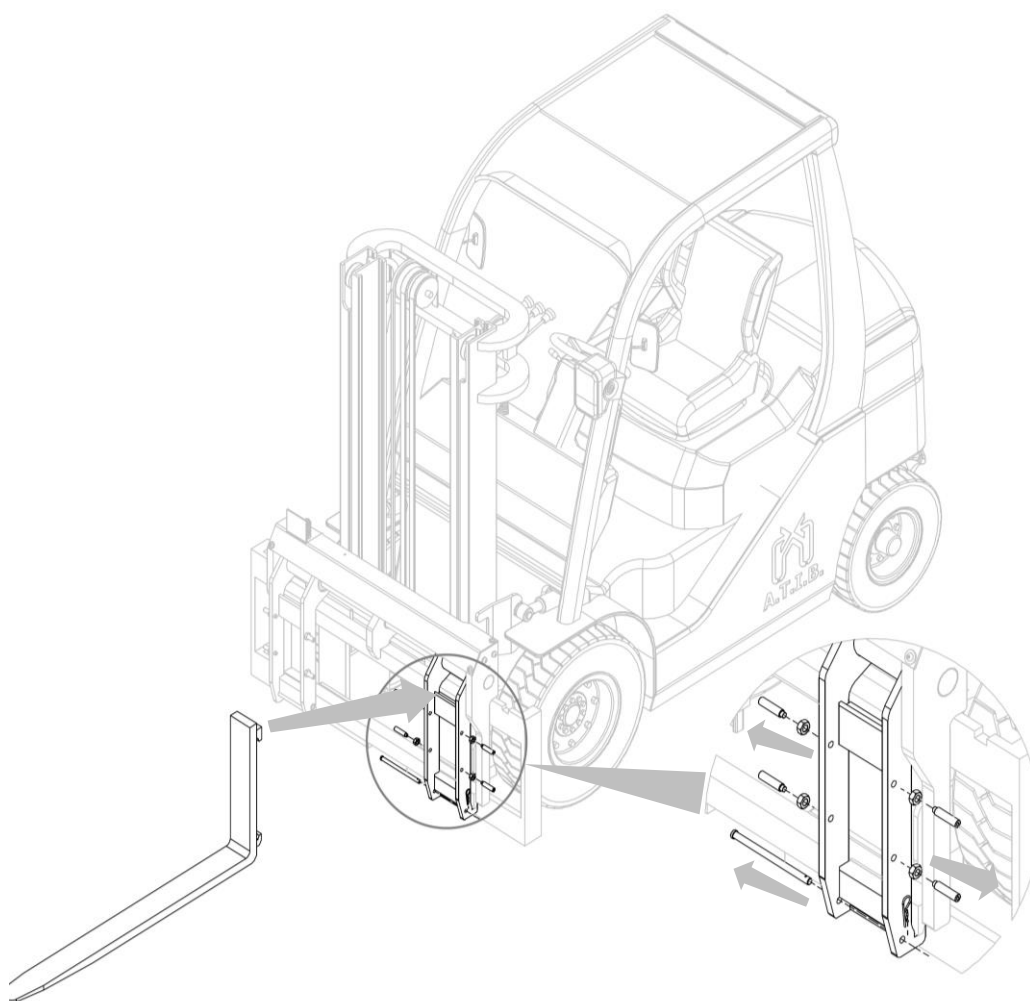

Figura 24
2. Rimuovere le forche dopo aver svitato i fermi forca e rimosso i perni inferiori (vedi *Figura 24*).